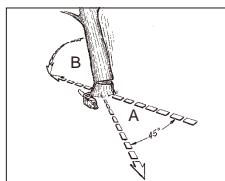

Fig. 11A
ADVARSEL: En tilflugtssti (A) bør planlægges og gøres klar, før nedskæringerne går i gang. Tilflugtssten skal gå bagud og diagonalt bagved den forventet retning af hvor træet skal falde, som vist i fig. 11A.
ADVARSEL: Som fældesnittet kommer tættere på falsen, skulle træet gerne begynde at falde. Når træet begynder at falde, skal du fjerne saven fra snittet, stands motoren, læg saven ned, og forlad området via tilflugtsstien (Fig.11A).